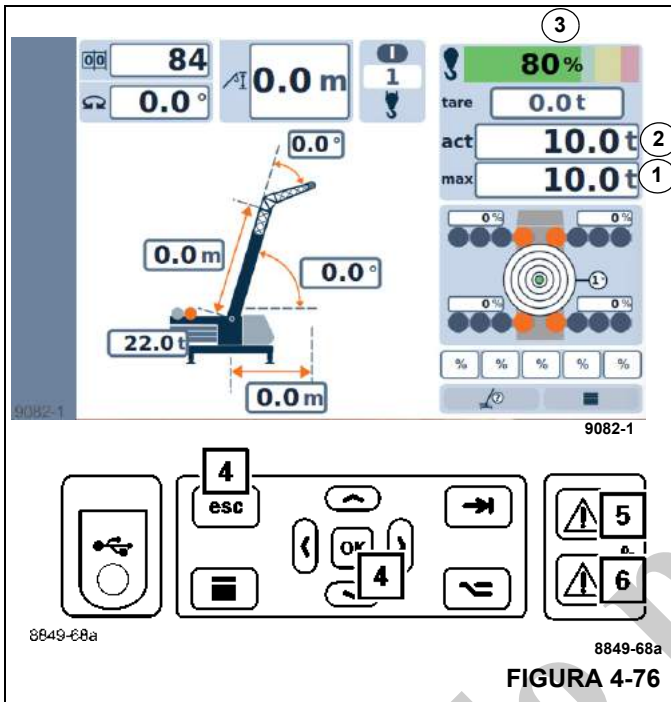

FIGURA 4-76
- Después de cinco segundos, puede apagar el tono del zumbador utilizando el botón (4, Figura 4-76).
- La luz (6) se ilumina.
- La pantalla (3) muestra el grado de utilización actual; por ejemplo, 100 %; la barra es de color rojo.
- El valor en la pantalla (2) es igual o mayor que el valor en la pantalla (1).